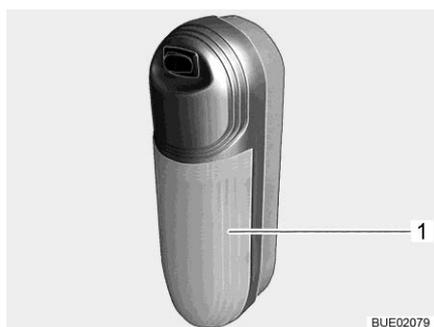

Fig. 167 Lámpara de montaje en superficie
- Apartar la cubierta transparente (Fig. 167,1) ligeramente del interruptor y quitarla.